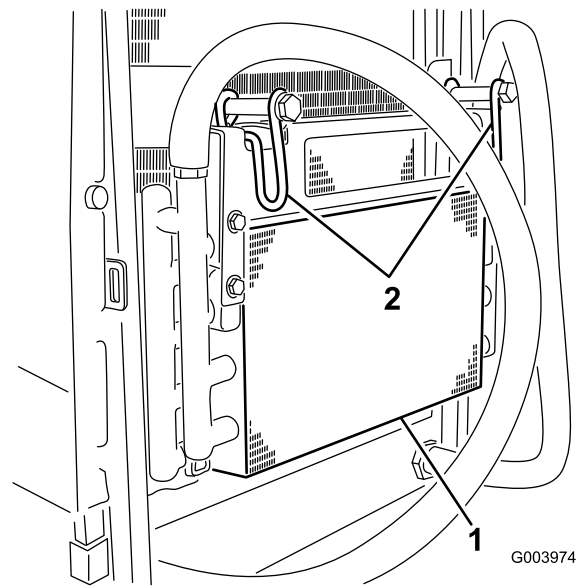

Figura 65
5. Girate i fermi verso l'interno per rilasciare il radiatore dell'olio (Figura 65).